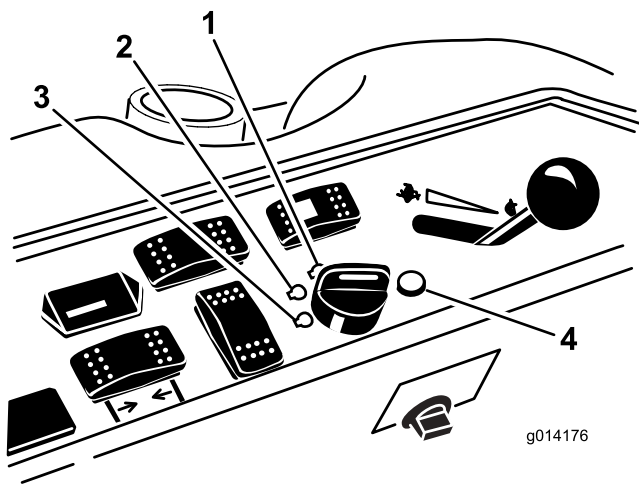

Figura 12
6. Rode a chave da ignição no sentido dos ponteiros do relógio para a posição Run (Figura 12).
- Rode a chave da ignição para a posição Off (desligar) (Figura 12). Espere até que todas as peças em movimento parem, antes de sair da posição de operação.